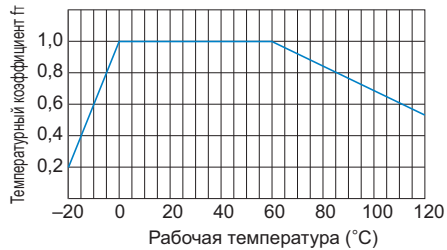

Рис.2 Температурный коэффициент
Рост температуры переходной гайки сверх пределов нормального диапазона уменьшает устойчивость гайки к образованию задиров и прочность материала. Следовательно, необходимо умножить допустимый динамический крутящий момент (T) и допустимую динамическую тяговую нагрузку (F) на соответствующий температурный коэффициент, указанный на Рис.2.
- f_T : температурный коэффициент (см. Рис.2)